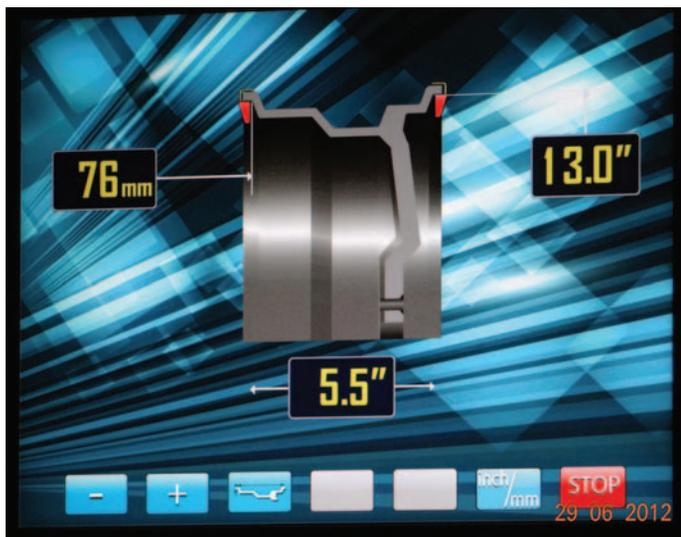

рис.10.2.
При включении питания СБ автоматически устанавливаются исходные параметры " d " и " b ", записанные в памяти СБ, которые можно проконтролировать нажимая кнопку A, d, b кнопка 3 на рис.10.2.
В этом режиме функционируют кнопки "-" и "+" для ввода ширины обода, а также для коррекции диаметра обода и дистанции от корпуса СБ до колеса, если требуется их ручная коррекция. Переключение кнопок "-" и "+" для коррекции диаметра и дистанции осуществляется кнопкой A,d,b (кнопка 3 рис.10.2),при этом корректируемая величина выделяется красным цветом, кроме того кнопка A,d,b позволяет перейти к экрану ввода геометрических параметров из экрана основного рабочего режима.
11.2.1. Введите геометрические параметры колеса как описано в п. 10.2 или 10.4. На экран ввода геометрических параметров отображается стандартная балансировка грузами на пружинках рис.10.2 или 10.4..